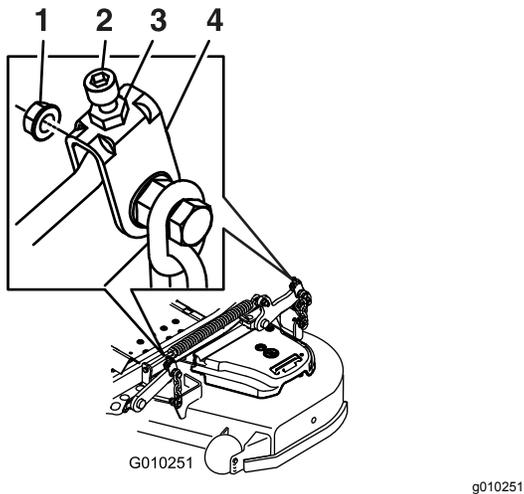

Figure 98
10. Ajustez précisément le serrage de l'écrou de réglage sur l'ensemble de levage du tablier avant (Figure 98).
16. Ajustez précisément la vis de réglage en la tournant jusqu'à obtention d'une hauteur de 8,3 mm (3,25 po) (Figure 98).